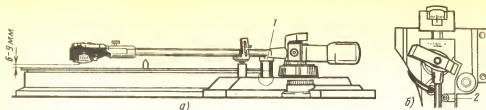

Рис. 5.13. Тонарм:
**Регулировка электропроигрывателя.** Регулировка высоты иглы (рис. 5.13) производится следующим образом.